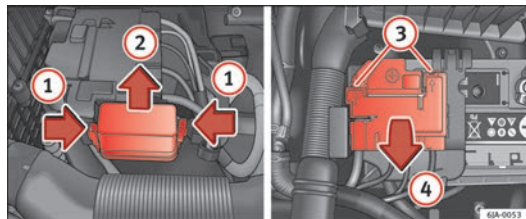

Fig. 149 Batteria: copertura dei fusibili (variante 1)
- Premere contemporaneamente le linguette flessibili della copertura dei fusibili nella direzione delle frecce ① ⇒ fig. 149.
- Togliere la copertura facendola scorrere nel senso indicato dalla freccia ②.
- Con un cacciavite piano, sbloccare le sicurezze nei fori ③.
- Aprire lo sportello nella direzione indicata dalla freccia ④.